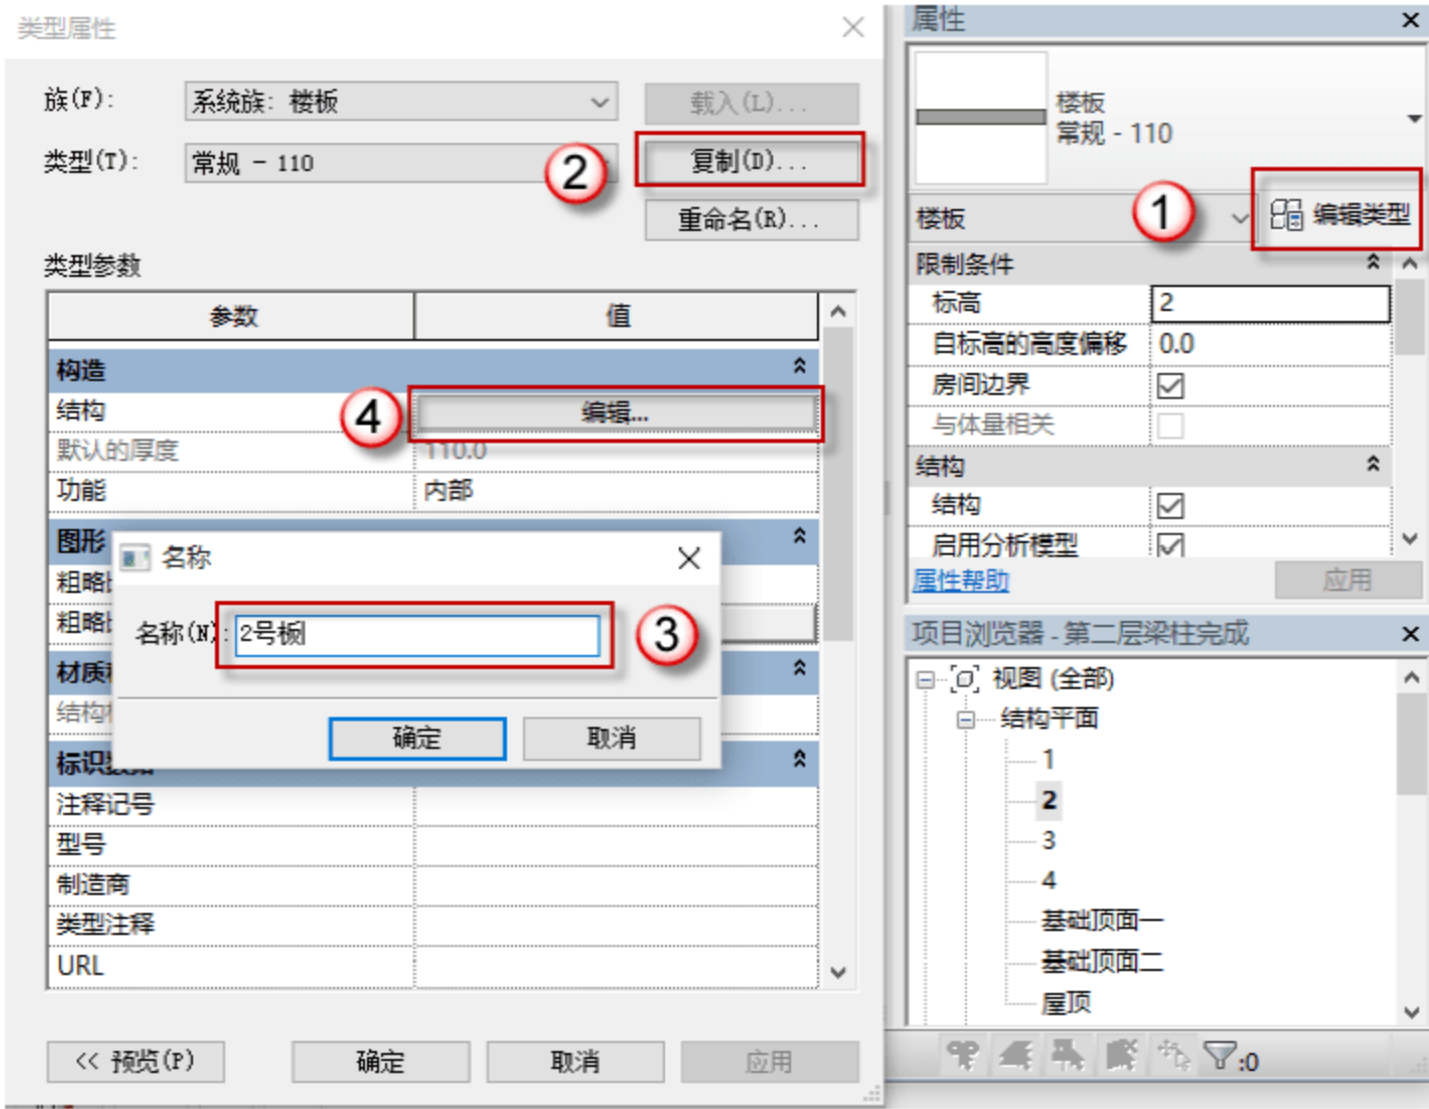

图 3.2.59 设置 2 号板参数
(5) 设置 2 号板参数，按快捷键 S+B，进入编辑模式，单击“编辑类型”按钮，在弹出的对话框中单击“复制”按钮，在弹出的对话框中命名板号，单击“确定”按钮。单击“编辑”按钮，设置参数，将板厚设置为 110，如图 3.2.59 所示。